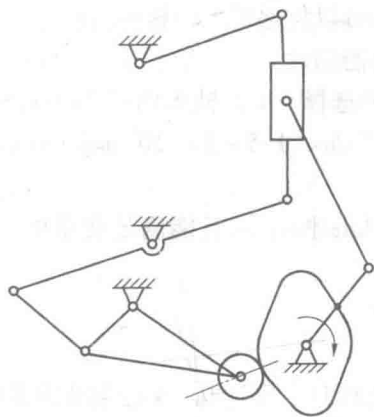

图 2
3. 试计算图 2 所示平面运动链的自由度。(图中标有箭头的构件为原动件。解题时若遇有复合铰链、局部自由度或虚约束,应明确指出)判断平面运动链能否成为机构。若平面运动链能够成为机构,请对其进行结构分析,拆分杆组,分杆组的级别。